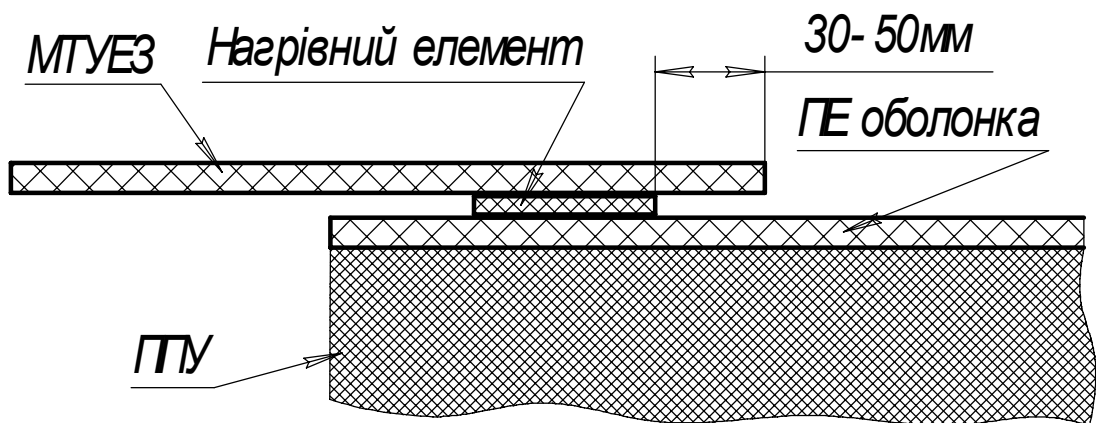

рис. 4
2.4.3.3 Накласти нагрівні елементи на ПЕ оболонку, як показано на рис. 4. Один з кінців елемента жорстко зафіксувати в приладі для зварювання, до нього в торець підвести інший кінець та притиснути їх до зварної площини.